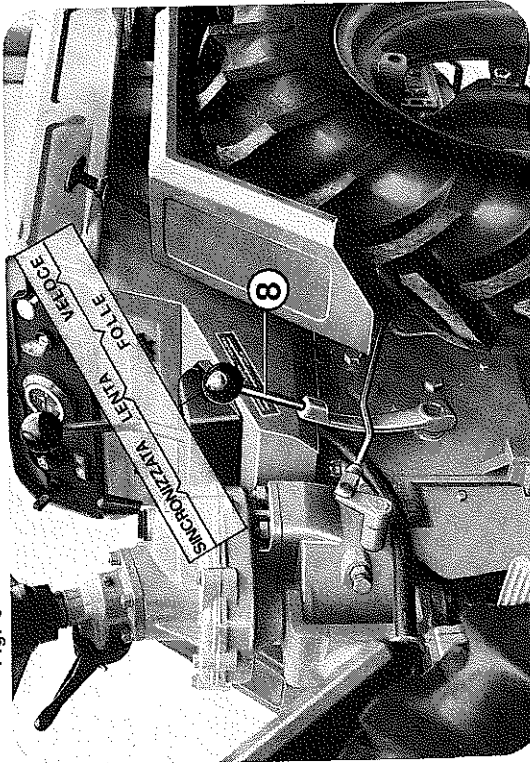

Fig. 12
8) Levier prise de force - fig. 12
8 - P.T.O. lever - Fig. 12
8 - Zapfwellenhebel - Abb. 12